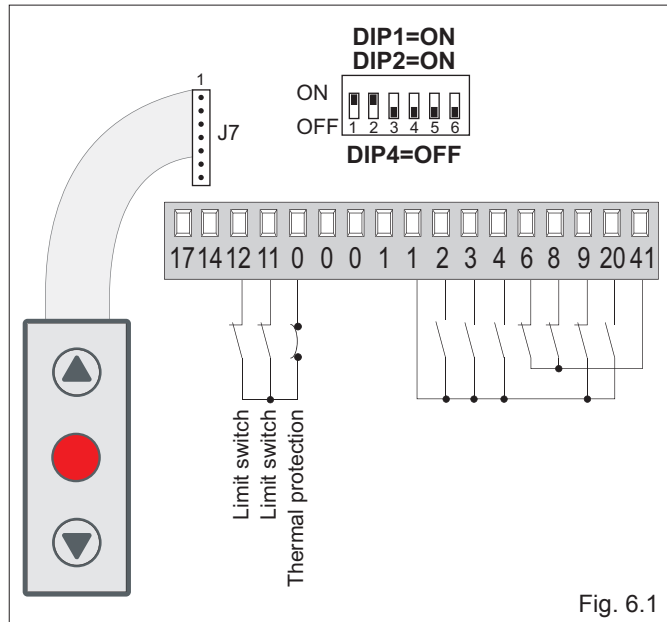

Fig. 6.1
(Fig. 6.1) Quando o quadro electrónico é utilizado em aplicações para automações seccionais:
N.B.: o conector J7 pode ser ligado ao quadro de botões PT3 (fig. 6.1) ou ao quadro de botões PT4 (fig. 6.2).